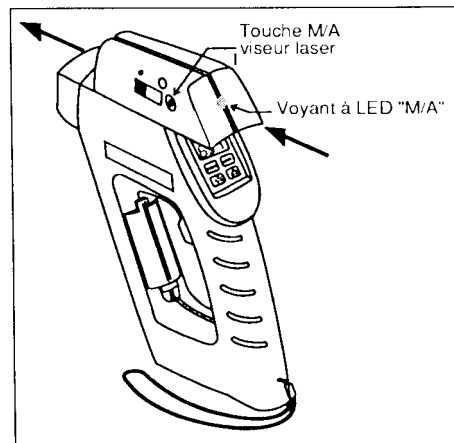

Figure 2-2. Installation du viseur laser
- 1b. (Avec viseur laser) - Introduire le viseur laser dans la rainure en "V" du thermomètre d'arrière en avant comme le montre la figure 2-2 jusqu'à ce qu'il se bloque dans la position correcte. Viser la cible et actionner le déclencheur. Si le voyant à LED du viseur laser est éteint, appuyer sur la touche de mise en marche du viseur laser pour allumer le faisceau. Se reporter au chapitre 3 pour plus de détails sur le viseur laser.